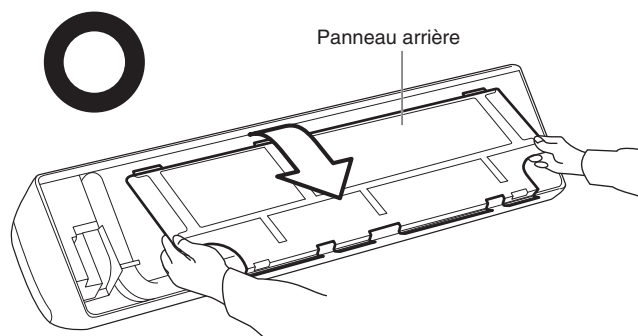

Fig. 3-3
- (3) Enlever le panneau arrière en tenant les sections indiquées à la Fig. 3-3 et en le tirant dans le sens indiqué par la flèche.